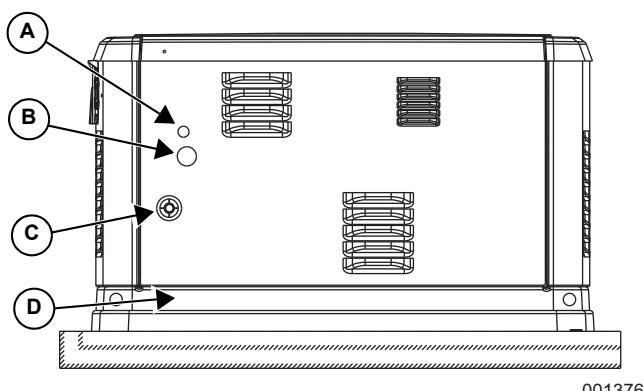

Figura 2-7. Parte trasera del generador
- La **Figura 2-7** ilustra lo siguiente: